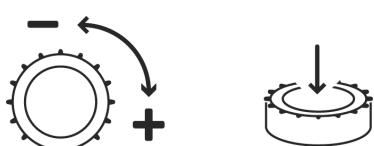

Fig. 5: Draaiknop
- Het LC-displaay toont de status van de pomp, de kleppen en de controller. Met gebruik van de draaiknop kan men menu's selecteren en parameters invoeren. Om de waarden te wijzigen en door de menu's te bladeren, moet de draaiknop (fig. 5) worden gedraaid en worden ingedrukt om te selecteren en te bevestigen.